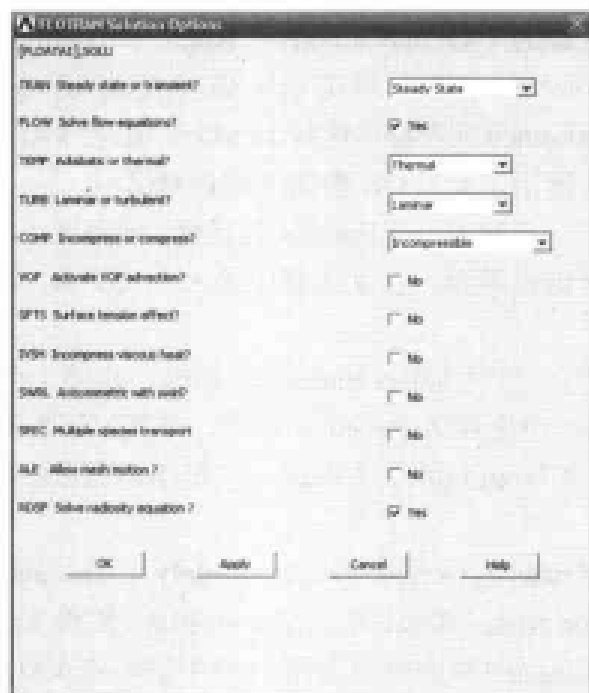

图 14-45 求解设置对话框图
(9) 选择 Utility Menu | Select | Everything 命令。
(10) 选择 Main Menu | Solution | FLOTRAN Set Up | Solution Options 命令, 出现 FLOTRAN Solution Options 对话框, 在 TEMP Adiabatic or thermal 下拉列表框中选择 Thermal 选项, 如图 14-45 所示, 其余选项采用默认设置, 单击 OK 按钮关闭该对话框。